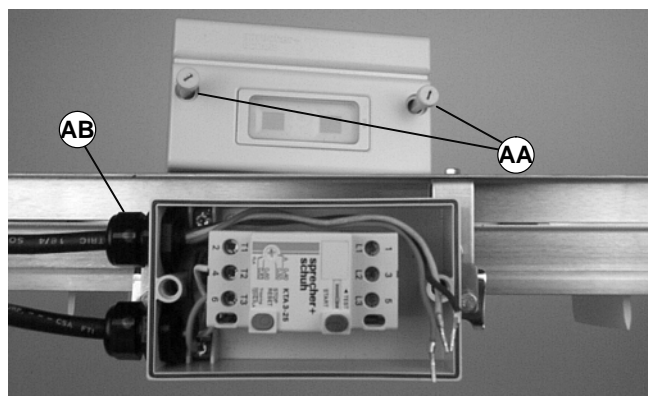

Abbildung 11
1. Abdeckschrauben lösen (AA siehe Abbildung 11). Abdeckung entfernen.
5. Die Gehäuseabdeckung wieder anbringen und die Schrauben festziehen (AA siehe Abbildung 11).